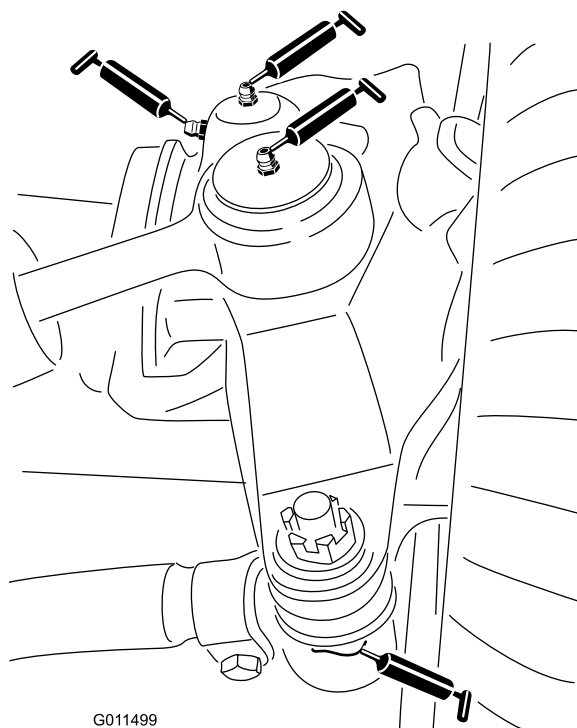

Figura 77
- 2 giunti a sfera del cilindro di sterzata (Figura 77)
- 2 giunti a sfera del tirante (Figura 77)
- 2 boccole del perno del fuso a snodo (Figura 77).